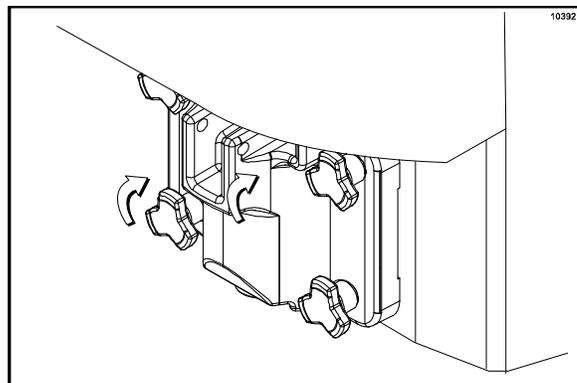

图 139
14. 将扰流杆插入冷冻缸内的刮刀架，将门安放在冷冻机的支脚上，然后安装手紧螺丝，以相同的力量交叉拧紧以保证门的紧固。（见图 139。）